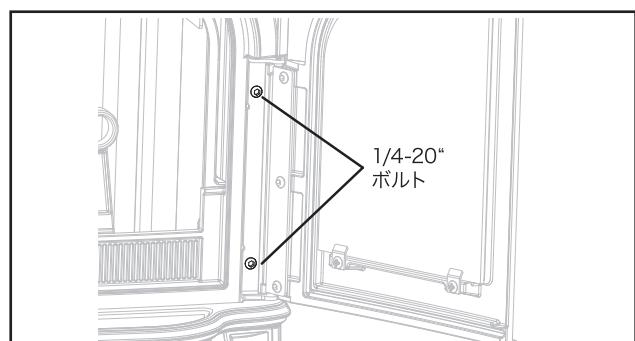

図3.1 ドア内側のボルト位置。
1. ドアの内側に設置されている1/4-20"のボルトを外し、左右のドアアッセンブリーを外します。（図3.1）